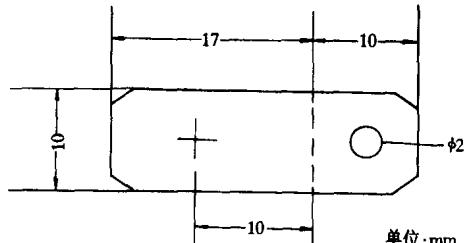
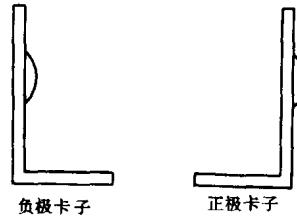

图 3-8
图 3-10
(8) 其次制作电池卡子。用弹性薄铜片剪成图 3-8 所示形状，共剪 4 块，在其右侧画有小圆圈处钻好直径 2mm 的安装孔。按图示在铜片左侧画一个“+”记号。
(10) 按图 3-8 所示，沿虚线处将铜片折弯 90° 呈直角状，制成电池卡子。两片折成图 3-10 之左图形状，作为电池负极卡子；另外两片折成图 3-10 之右图形状，作为电池正极卡子。